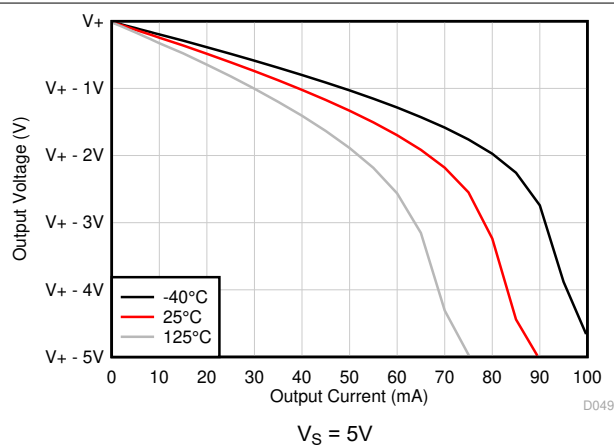
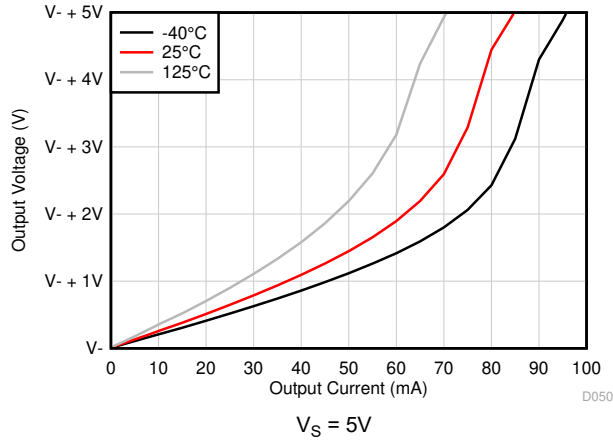

図 5-12. 出力電圧スイングと出力電流との関係 (ソース)、新しいダイ
図 5-13. 出力電圧スイングと出力電流との関係 (シンク)、新しいダイ
- (1) 電源電圧が高い場合、TL97x が急激に中間電源またはグラウンドに短絡すると、急速なサーマル シャットダウンが発生します。図 5-12 および 図 5-13 に示すように急速なサーマル シャットダウンが回避された場合、ISC を超える出力電流を実現できます。